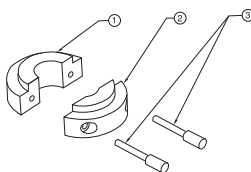

Figure 3
1. Monter les deux parties de la bride de serrage (pièces 1 et 2 de la Figure 3) autour du support pour intraveineuse.